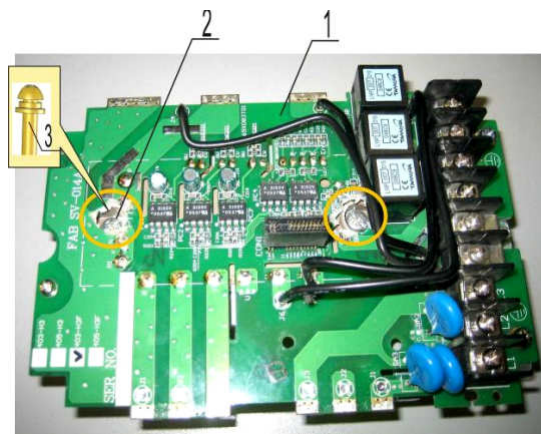

Рис. 6.15
6.10.5. Сверлить два отверстия (диаметром 10 мм) в плате драйверов (1) в местах (2) (рис. 6.15).
6.10.6. Выкрутить через образовавшиеся отверстия в плате драйверов два винта (3) крепления матрицы IGBT, демонтировать плату драйверов (1) вместе с матрицей IGBT (рис. 6.15) Положить винты и плату в тару.